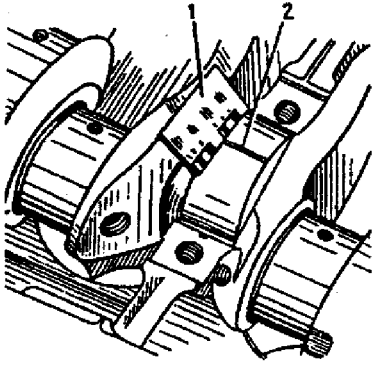

Fig. 2-37. Verificação da folga entre casquilho e munhão: 1 - escala do dispositivo de verificação; 2 - filete plástico de verificação.
- remover a capa do mancal e, com a escala apropriada, verificar a magnitude da folga, através do esmagamento do filete do dispositivo de verificação (fig. 2-37).